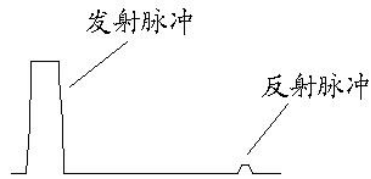
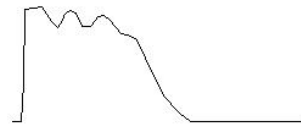

图 3
图 4
4、**输出振幅**：用于调节输入、输出脉冲幅度大小。使用时应根据屏幕显示波形进行调节。调节过小时，脉冲反射很小，甚至无法采样，如图 3。调节过大时，反射脉冲相连与基线无交点甚至基准线会变成斜线，如图 4。一般采样前，输入振幅旋钮旋转 1/3 左右，